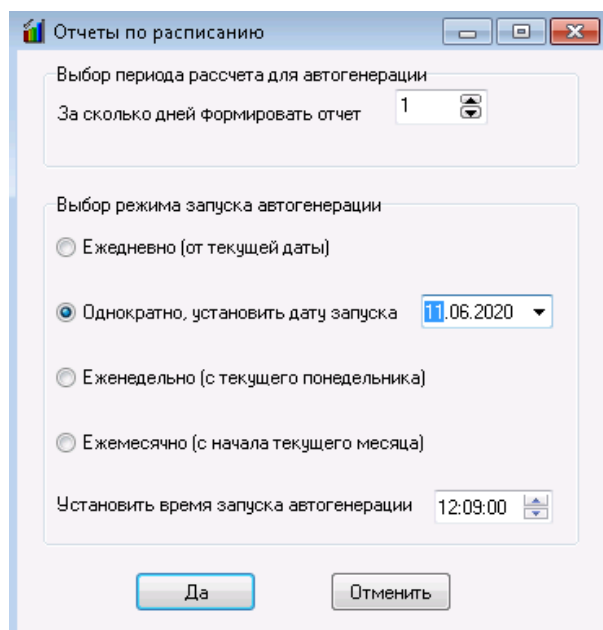

Рисунок 11-31 Окно "Отчеты по расписанию"
-  – Кнопка «Параметры периода и времени автогенерации» – открывает окно «Отчеты по расписанию» (см. Рисунок 11-31), предназначенное для настройки расписания. В данном окне задается количество дней, за которые формируется отчет («глубина» формирования отчета) и указывается режим запуска автогенерации. Глубина отчета рассчитывается от текущей даты. По умолчанию глубина формирования отчета – 1 день.